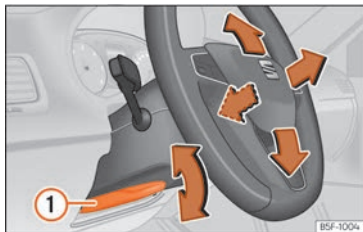

Fig. 24 Leva nella parte inferiore del lato sinistro del piantone dello sterzo.
- Regolazione della posizione del volante: tirare la leva »» » **fig. 24** ① verso il basso, muovere il volante verso la posizione desiderata e risollevarla la leva fino al punto di chiusura.